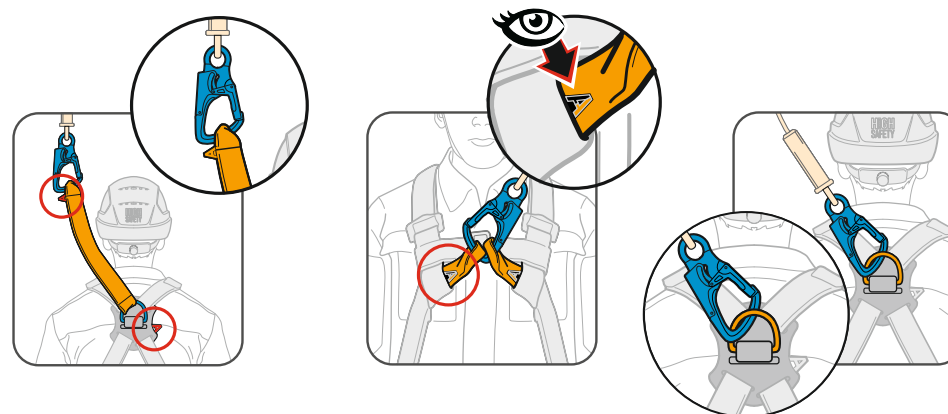

Рис. 10 Присоединение соединительно-амортизирующей подсистемы к точкам крепления на привязи.
10. Присоединить соединительную подсистему к точке крепления привязи с маркировкой «А» (буква «А» должна быть полностью закрашена) или соединив одновременно с двумя точками крепления, обозначенными половиной буквы «А» (**рис. 10**).